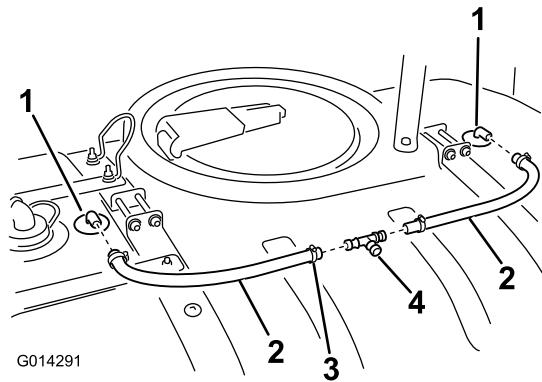

Figura 21
2. Instale una abrazadera en el extremo de cada manguera (Figura 21).
3. Instale una manguera sobre la espiga de la boquilla de enjuague (Figura 21).
2. Instale el acoplamiento en T en los extremos abiertos de las mangreras de las boquillas de enjuague instaladas anteriormente, según se muestra en Figura 21.